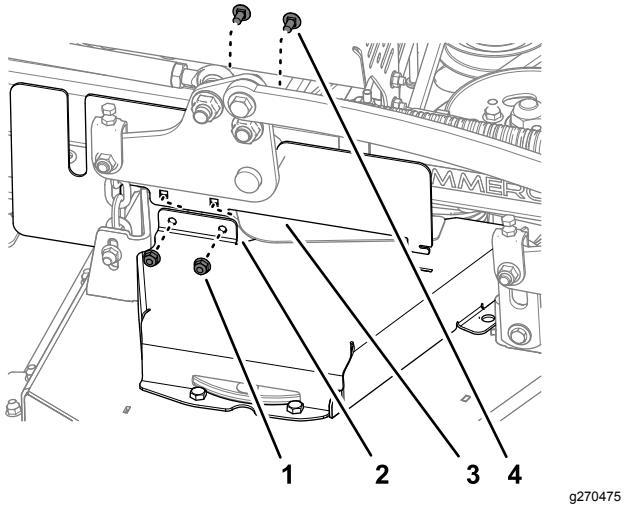

Рисунок 38
- Удалите 2 каретных болта и 2 контргайки, которые крепят правый боковой кожух СЕ к правой крышке ремня (Рисунок 38).